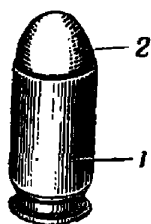

Рис. 3. Общий вид 9-мм пистолетного патрона:
5. 9-мм пистолетный патрон (рис. 3) состоит из гильзы, капсюля, порохового заряда и пули.